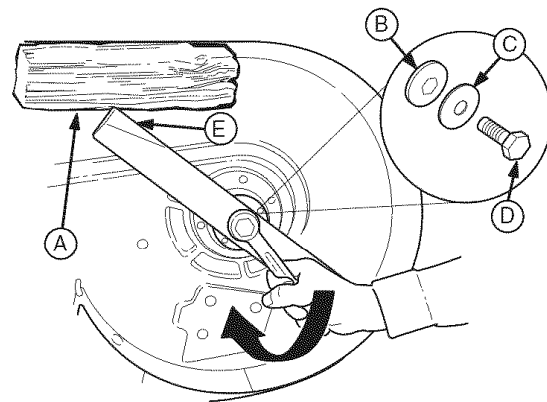

Figura 22. Instalación del Aspa
3. Quite el tornillo de cabeza hexagonal (D, Figura 22), arandela elástica (C), arandela acanalada (B) y aspa.
7. Reinstale el aspa con las aletas de izado (E, Figura 22) apuntando arriba hacia la cubierta de la podadora como se muestra.
8. Reinstale la arandela acanalada (B, Figura 22), arandela elástica (C) y tornillo de cabeza hexagonal (D). Use un bloque de madera (A) para evitar que el aspa gire mientras aprieta el tornillo de cabeza hexagonal (D) a 45-55 ft. lbs. (61-75 N.m). Gire el tornillo de cabeza hexagonal a la derecha para apretarlo.